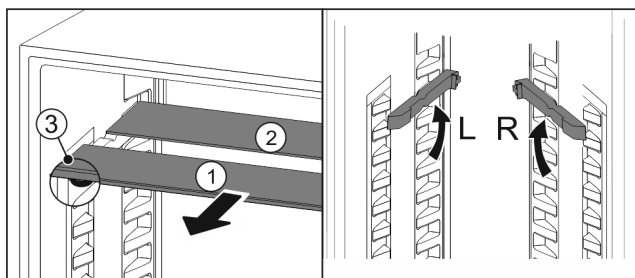

Fig. 145
- ▶ Træk glaspladerne ud enkeltvis fremad Fig. 145 (1).
- ▶ Glaspladen Fig. 145 (1) med pyntelisten ligger foran.
- ▶ Stoppene Fig. 145 (3) peger nedad.